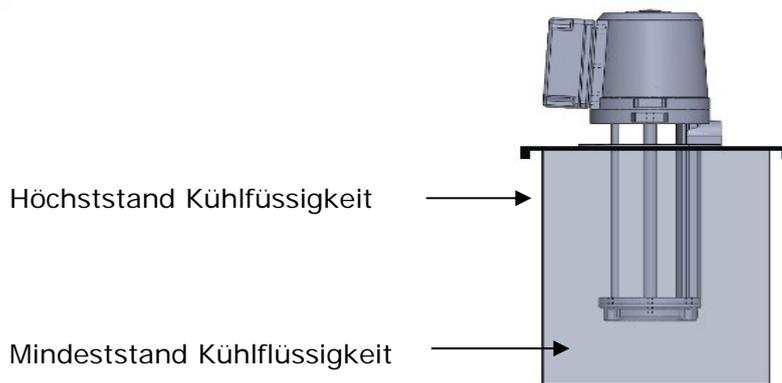

Bild 7
- 3) Im Tank muss genügend Flüssigkeit sein, damit die Pumpe nicht leerläuft und somit Schaden im Pumpenantrieb entsteht. (Abb. 7)
- 5) the height of the bolts of the body stand. Otherwise, liquid might get into coil and cause power leakage. (As showed in Fig. 7)